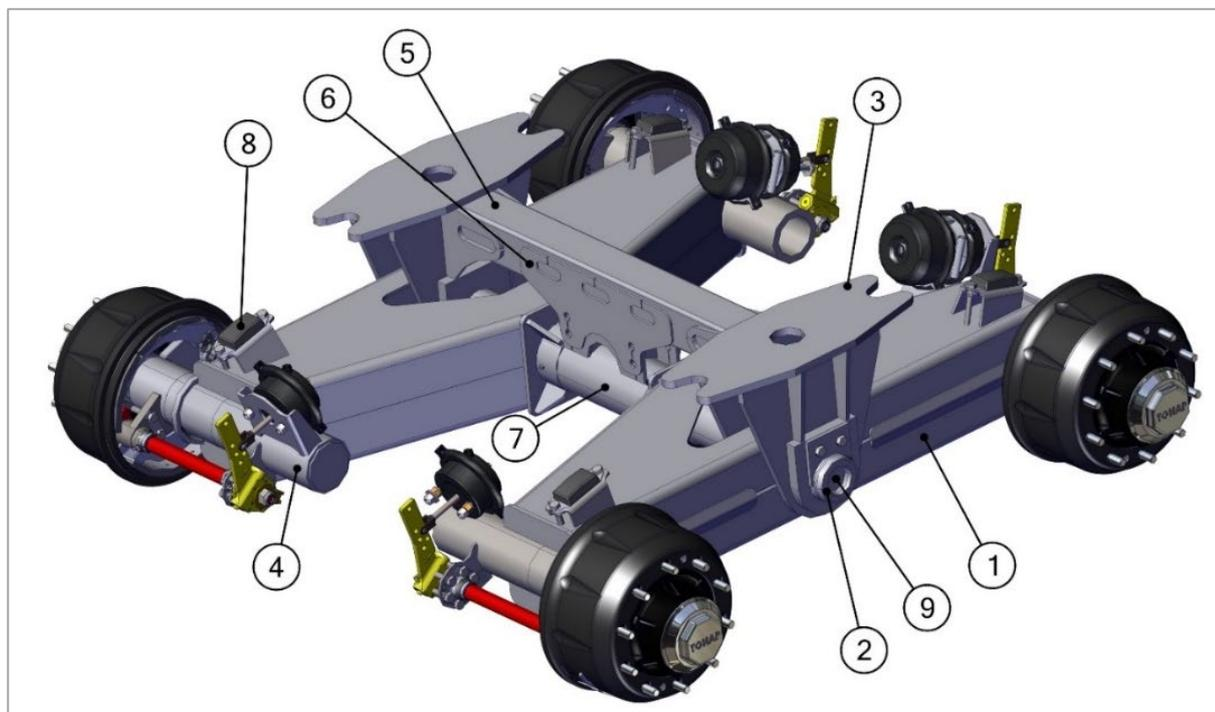

Рис. 6. Балансирная независимая подвеска
4.4.1. На полуприцепе устанавливается балансирная независимая подвеска (Рис. 6, Рис 6.1.) с осями производства ООО МЗ «ТОНАР».